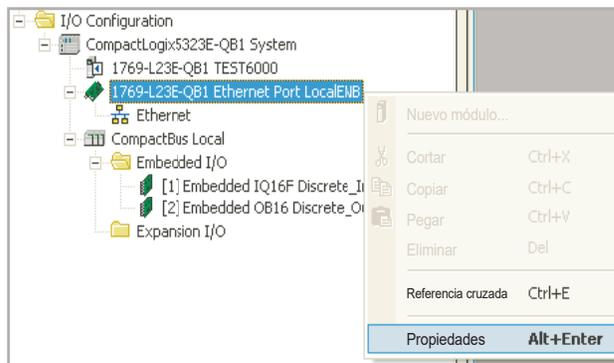

Imagen 4.3.21h Ubicación del puerto de Ethernet
4. Una vez finalizada la descarga, haga clic con el botón derecho del ratón en el puerto Ethernet correspondiente que figura en el «árbol» del panel izquierdo y seleccione «Propiedades» (imagen 4.3.21h).